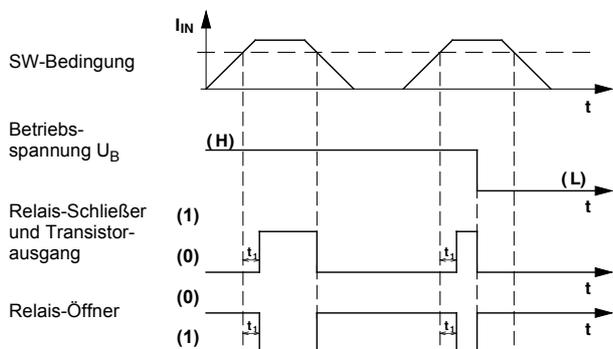
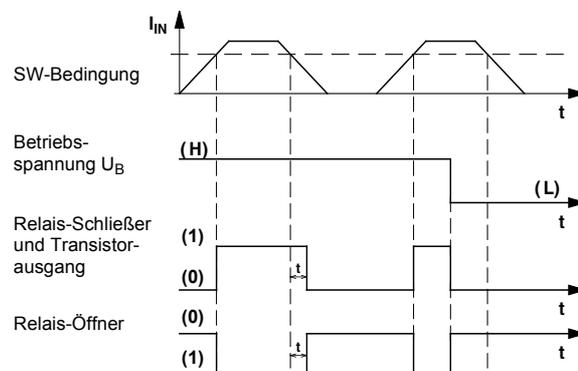

Bild 5 Funktionsdiagramm: Arbeitsstromgesteuert bei Schwellwert-(SW-)Überschreitung
Bild 8 Funktionsdiagramm: Ruhestromgesteuert bei Schwellwert-(SW-)Unterschreitung
In den folgenden Bildern (Bild 5 bis Bild 8 auf Seite 14) sind die vier möglichen Schaltverhalten vom Relais- und Transistorausgang aufgezeichnet. Die verschiedenen Betriebsverhalten im Schwellwertbetrieb werden unterteilt nach:
- Stellen Sie das TIME-Potentiometer auf „0 s“ ein und drehen Sie das Schwellwert-Potentiometer nach folgender Abgleichvorschrift (siehe Bild 5 bis Bild 8 auf Seite 14):
- zu Bild 5: Drehen Sie das Schwellwert-Potentiometer so lange, bis die gelbe LED „SW“ aufleuchtet.
- zu Bild 8: Drehen Sie das Schwellwert-Potentiometer so lange, bis die gelbe LED „SW“ aufleuchtet.